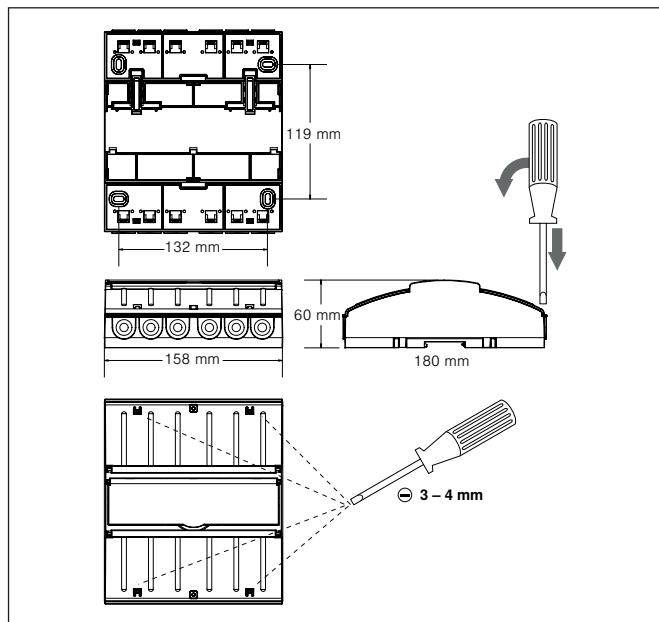

Abb. 4 Abmessungen AP-Gehäuse
- AP: Führen Sie einen Schlitzschraubendreher (Klinge 3 – 4 mm) in die jeweilige Deckelöffnung ein (siehe Abb. 4) und heben Sie den Klappdeckel vorsichtig auf. Wiederholen Sie den Vorgang für die zweite Öffnung des Deckels. Wenn beide Verrastungen gelöst sind, lässt sich der Deckel aufklappen. Den zweiten Deckel können Sie auf die gleiche Weise öffnen. Alternativ kann die AP-Variante auch auf einer Hutschiene (TH 35-15) montiert werden.